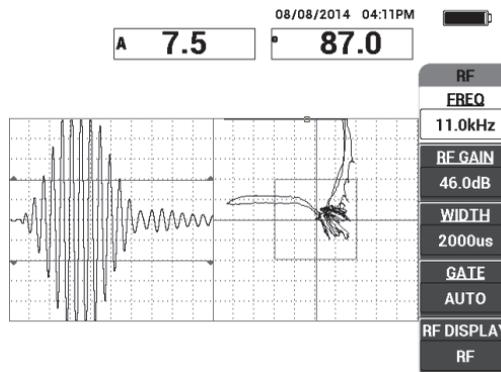

Abbildung 6-4 Scannen von nah und entfernt liegenden Ablösungen
4. Scannen Sie über die nah und entfernt liegenden Ablösungen und während Sie die Sonde über die Ablösungen führen, stellen Sie sicher, dass beide Defekte erkannt werden (siehe Abbildung 6-4 auf Seite 137).